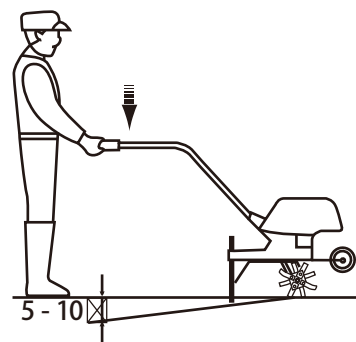

Fig. 38
- > Segure sempre no produto com firmeza. Para uma melhor orientação, aplique uma ligeira pressão nos guiadores (1) para que o patim (23a) se desloque para o solo (Fig. 38).